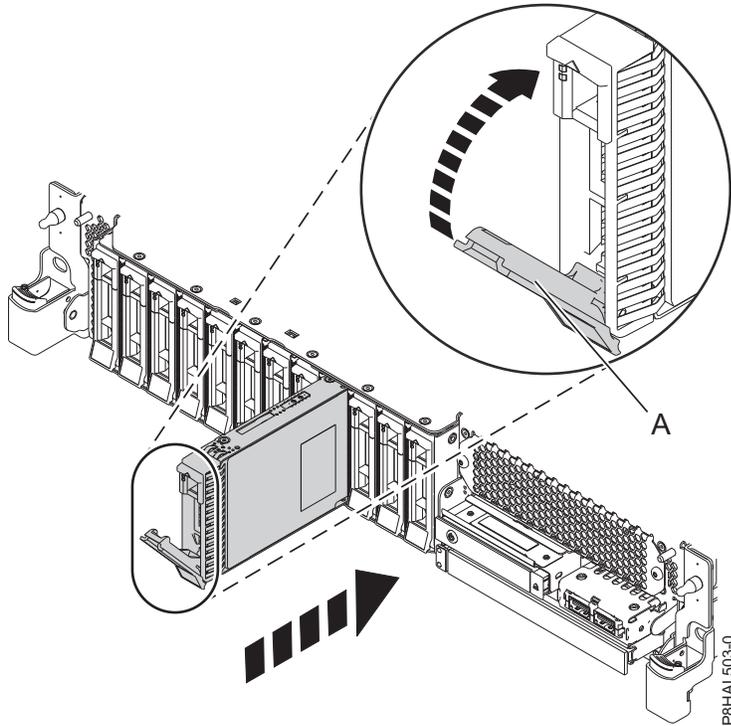
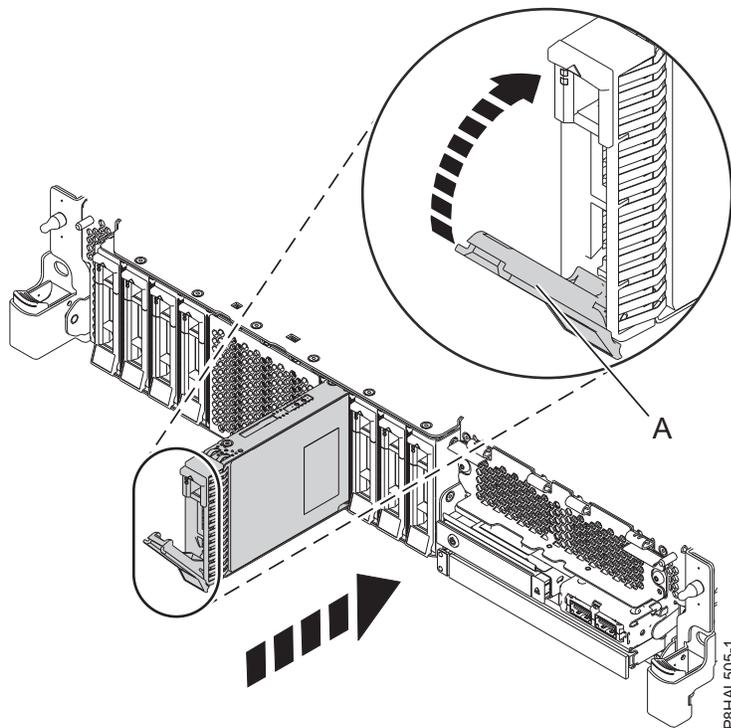

Figure 44. Remise en place d'une unité de disque dans un système à fonction de base
Figure 45. Remise en place d'une unité de disque dans un système à fonction étendue
3. Déverrouillez la poignée de la baie d'unité (A) en appuyant dessus et en la tirant vers vous. Si la poignée n'est pas complètement sortie, vous ne pouvez pas insérer l'unité dans le système. Voir figure 44, à la page 47 et figure 45, à la page 47.
5. Faites glisser complètement l'unité dans le système et poussez la poignée de la baie d'unité (A) jusqu'à ce qu'elle s'enclenche, comme illustré à la figure 44, à la page 47 et figure 45, à la page 47.